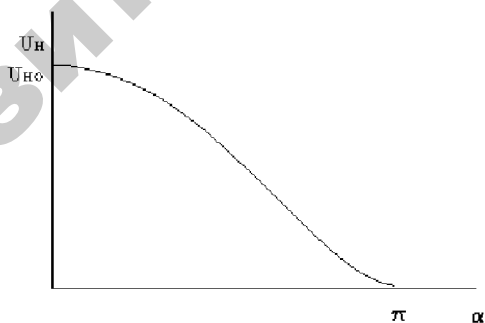

Рисунок 4.25 - Характеристика управления
- а) характеристика управления, которая выражает зависимость выпрямленного напряжения от угла управления $U_n = f(\alpha)$ (рисунок 4.25);